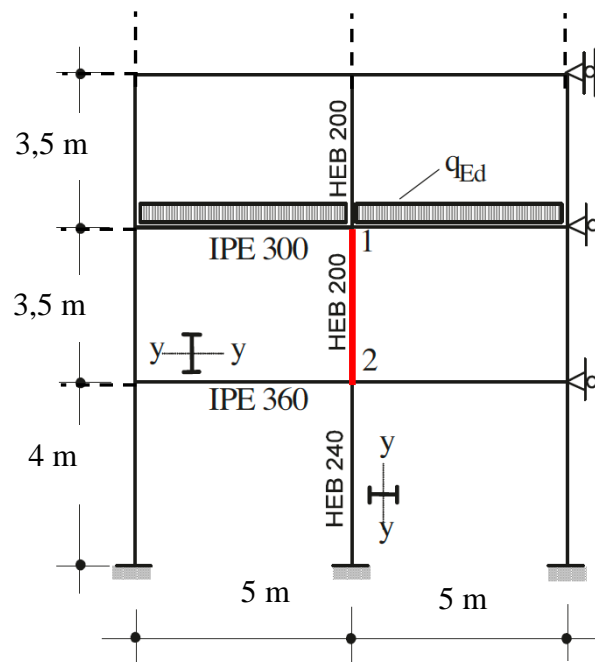

Figure 4 – Vue en élévation des cadres multiples.
2. Calcul de la longueur de flambage d'un poteau de ce bâtiment tel que représenté à la figure 4 ci-après.
Les hypothèses sont que le bâtiment est contreventé efficacement dans les 2 directions, que les éléments des cadres sont liés rigidement aux étages considérés pour le calcul et que l'on étudie le flambement que pour l'élément indiqué en rouge et dans le plan montré à la figure 4. Attention, la hauteur d'étage du rez a été légèrement augmentée à 4 m.